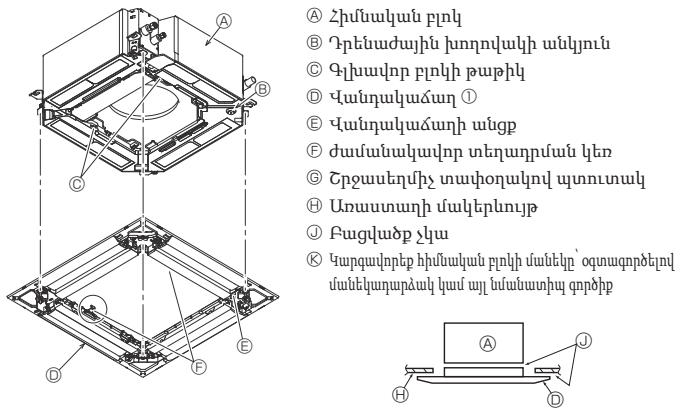

Fig. 9-6
9.4.2. Վանդակաճաղի ժամանակավոր տեղադրումը (Fig. 9-6)
- Ձգեք նախապես տեղադրված պտտատակները և ամրացրեք վանդակաճաղը հիմնական բլոկին: (Fig. 9-6) Նշում.
Համոզվեք, որ հիմնական բլոկի և վանդակաճաղի կամ վանդակաճաղի և առաստաղի մակերևույթի միջև տարածությունը չի մնացել: (Fig. 9-6)